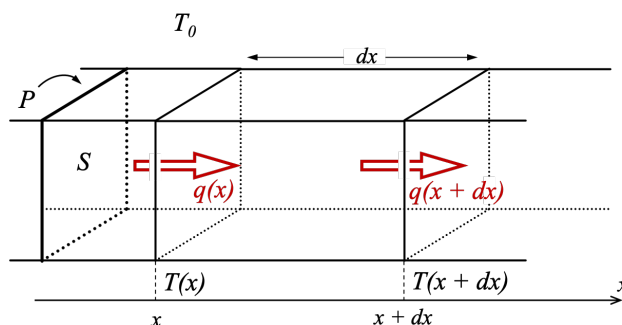

Рис. 2. Нагреваемый стержень.
В этой части мы выведем зависимость температуры от координаты вдоль стержня, то есть уравнение (4). Рассмотрим некоторый кусок стержня, расположенный между точками x и $x + dx$. Слева от него стержень горячее, поэтому наш кусок получает в единицу времени теплоту $q(x)$. Через правую границу наш кусок отдаёт в единицу времени теплоту $q(x + dx)$ (см. рисунок 2). Рассматриваемый кусок мал по длине, поэтому можно считать, что его температура одинакова и равна $T(x)$. Более того, мы рассматриваем стационарный случай, то есть температура не меняется со временем.